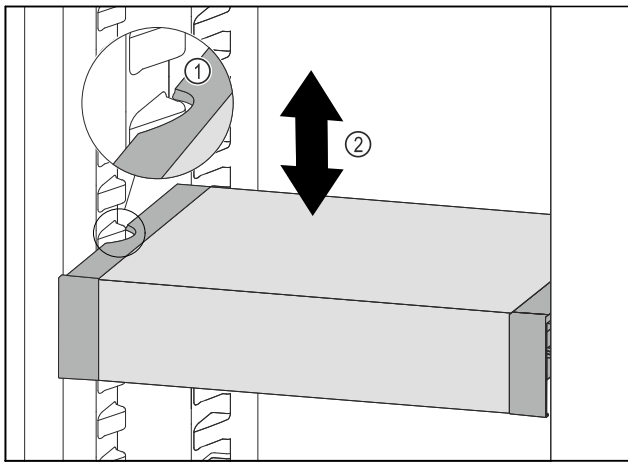

Fig. 224
- ▶ VarioSafe nach vorne ziehen, bis sich die seitlichen Aussparungen des VarioSafes auf Höhe der Behälterrippe im Kühlteil befinden. Fig. 224 (1)
- ▶ VarioSafe im Kühlteil nach oben oder unten bewegen, bis gewünschte Höhe erreicht ist. Fig. 224 (2)